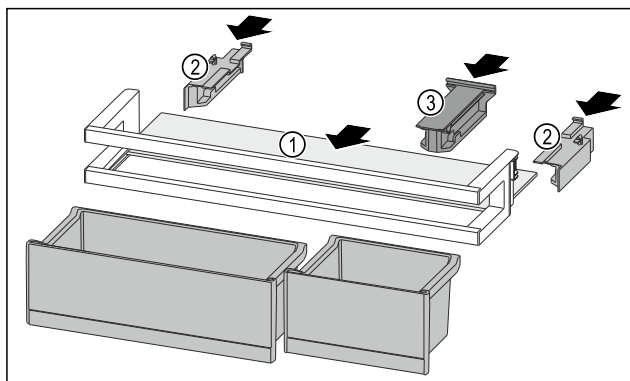

Fig. 88
- Abstellfläche Fig. 88 (1) in die seitlichen Einsparungen einschieben.
- Seitenteile Fig. 88 (2) einsetzen.
- Halteteil Fig. 88 (3) einsetzen.